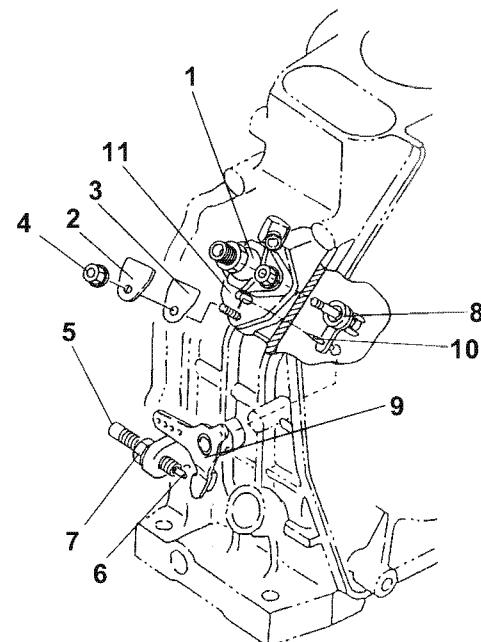

Рис. 48
- Снимите крышку (Рис. 48, (2)) топливного насоса высокого давления (Рис. 48, (1)) и прокладку (Рис. 48, (3)) вместе с гайкой (Рис. 48, (4)).
- Проверьте работу наконечника (Рис. 48, (6)), установленного на ограничитель топлива (Рис. 48, (5)), и затем выкрутите гайку (Рис. 48, (7)).
- Управляйте рычагом регулировки (Рис. 48, (9)), соединенным с рычагом управления (Рис. 48, (8)) топливного насоса высокого давления, чтобы установить иглу (Рис. 48, (10)) в соответствии с отметкой (Рис. 48, (11)), указанной на смотровом окне топливного насоса.